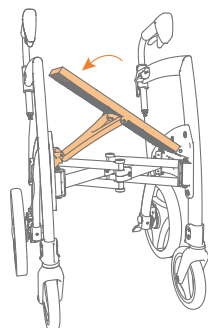

Abbildung 15: Drücken Sie den Sitz nach unten und außen, bis Sie ein 'Klicken' hören.
- Drücken Sie den Sitz nach unten, bis er einrastet. Wichtig: Der Sitz ist erst gesichert, wenn Sie deutlich das 'Klicken' gehört haben (Abbildung 15).